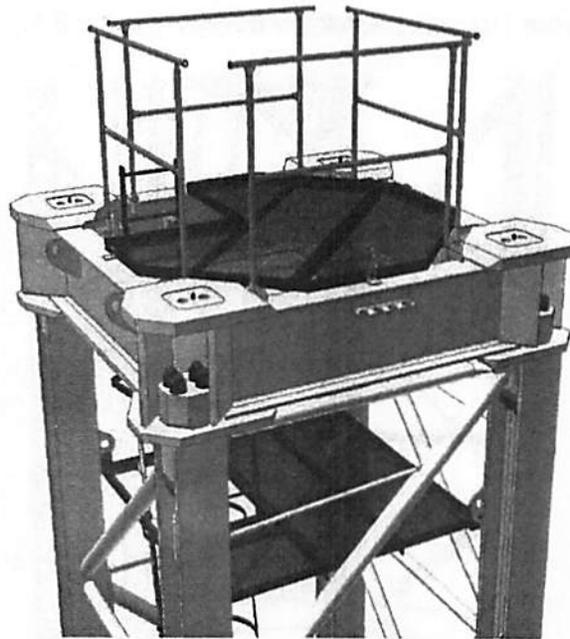

Abb. 3.2.3
- A) Die vier Schutzelemente vom Verbindungselement abnehmen. Dann die Baugruppe aus Turmelement HD23 und Verbindungselement TT HD23-TS21 anschlagen, anheben und auf den Boden absetzen (Abb. 3.2.3).